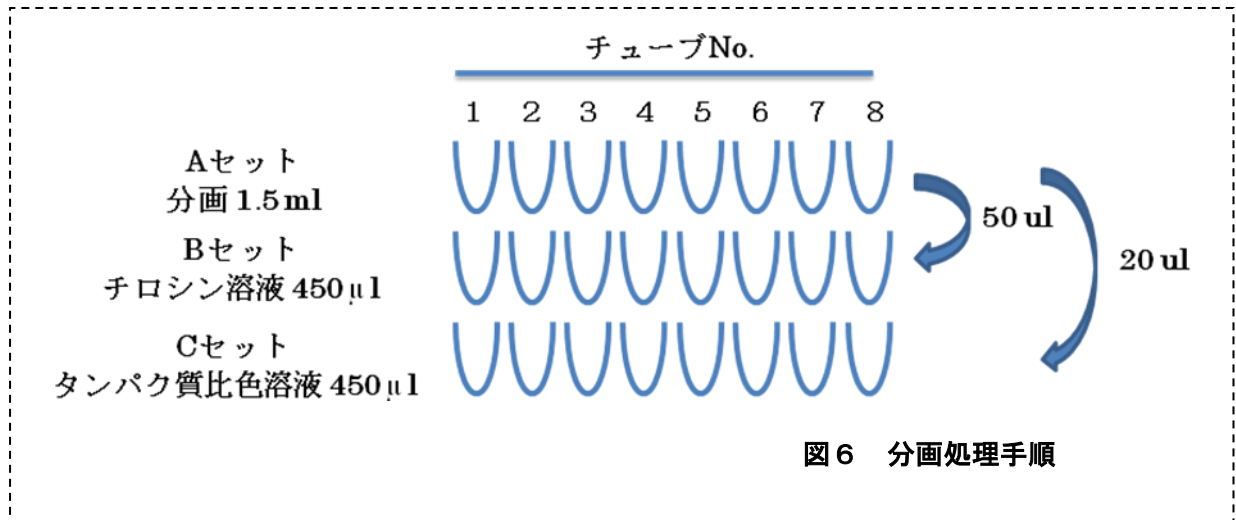

図6 分画処理手順
(2) : 分画の比色分析 (図6)
- ① 1～8の番号をつけたチューブをBとCの2セット用意する。
- ② Bセットのチューブすべてにチロシン溶液（基質溶液）をP1000で450 μl 加える。
- ③ Cセットのチューブすべてにタンパク質比色検定試薬をP1000で450 μl 加える^{注7}。
- ④ Aセットのそれぞれの分画をBセットには50 μl、Cセットには20 μl、P200で手早く加える^{注8}。